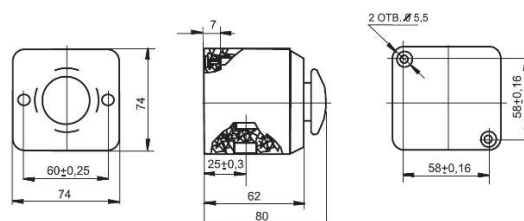

Рисунок 2. Габаритные и установочные размеры поста управления кнопочного ПКЕ 212-1; ПКЕ 222-1
- 6.3. Посты, предназначенные для пристройки к любой ровной поверхности (рис. 2,4,6,8), отличаются от описанных выше наличием дополнительного полимерного кожуха с отверстием для ввода монтажных проводов.